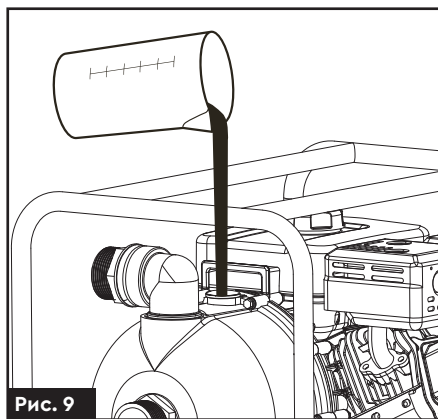

Рис. 9
4. Заповніть насосну частину мотопомпи водою, для чого виконаєте наступні дії (рис. 9):